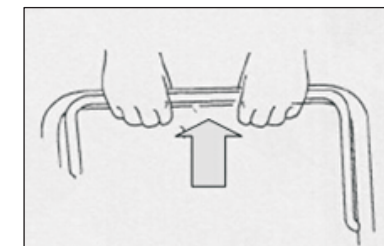

Fig. 2B
b) Manteniéndose de pie detrás de la unidad, agarre el asa del control de freno y manténgalo contra el asa superior (Fig. 2B).